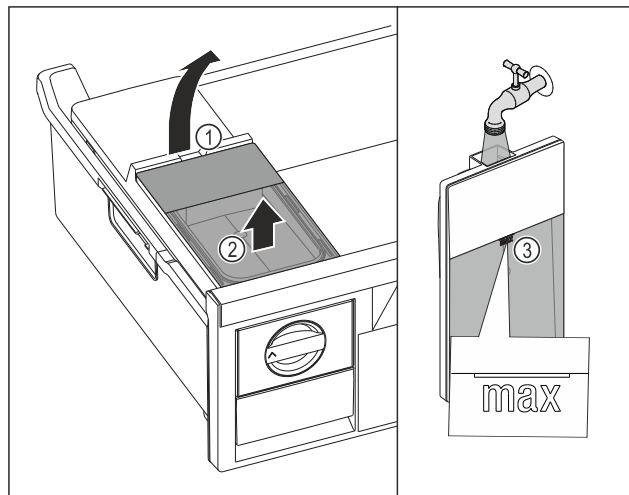

Fig. 81
- ▶ Zvedněte nádržku na vodu za vybraní Fig. 81 (1).
- ▶ Vyjměte nádržku na vodu nahoru. Fig. 81 (2)
- ▶ Naplňte nádržku na vodu pitnou vodou až po značku Fig. 81 (3).